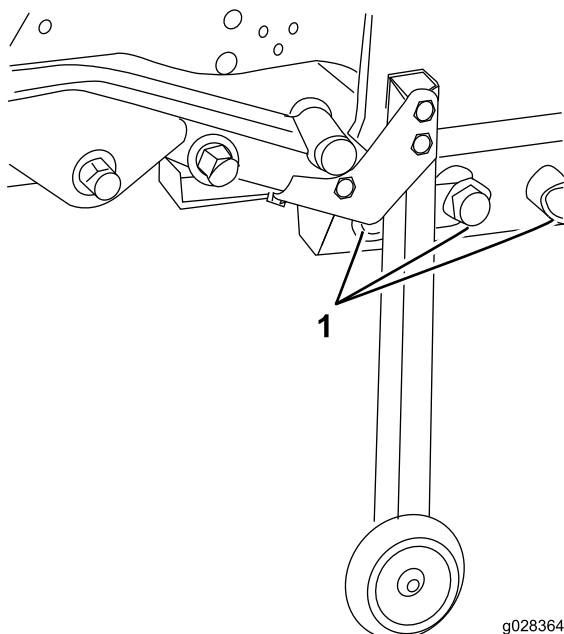
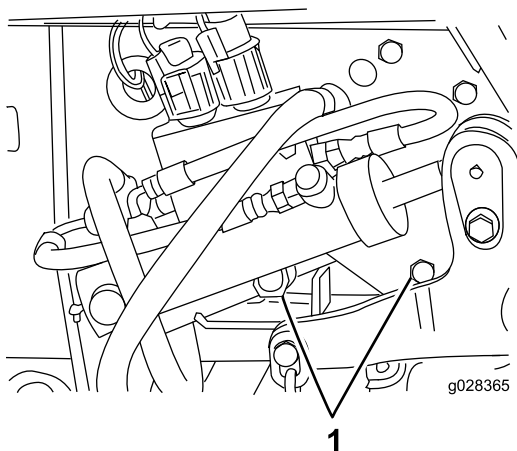

Figura 38
Figura 39
15. Retire cuidadosamente os parafusos (3/4 pol.), as anilhas e as porcas que fixam a estrutura da plataforma à estrutura traseira (3 no lado esquerdo e 2 no lado direito) (Figura 38 e Figura 39).